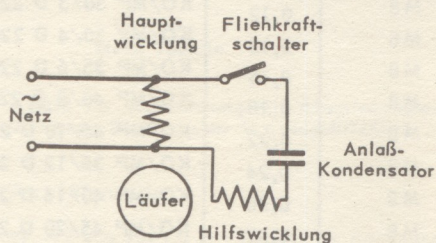

Bild 1 Kondensator-Motor mit Anlauf-Kondensator
1. Der Kondensator dient nur zum Erzeugen eines Anlaufdrehfeldes und wird nach dem Hochlaufen des Motors ausgeschaltet, z.B. durch einen Fliehkraftschalter (Bild 1).